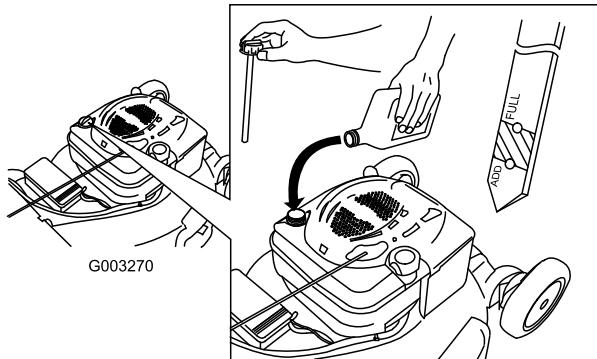

Figure 11
1. Retirez la jauge, essuyez-la sur un chiffon et remettez-la dans le goulot de remplissage (Figure 11).
2. Sortez de nouveau la jauge et contrôlez le niveau d'huile (Figure 11). Si le niveau n'atteint pas le repère minimum (Add) de la jauge, versez **lentement** suffisamment d'huile dans le goulot de remplissage pour faire monter le niveau au repère maximum (Full). **Ne remplissez pas excessivement.** (Remplissage max. : 0,59 l (20 oz), type : huile détergente SAE 30W de classe de service API SF, SG, SH, SJ, SL ou supérieure).